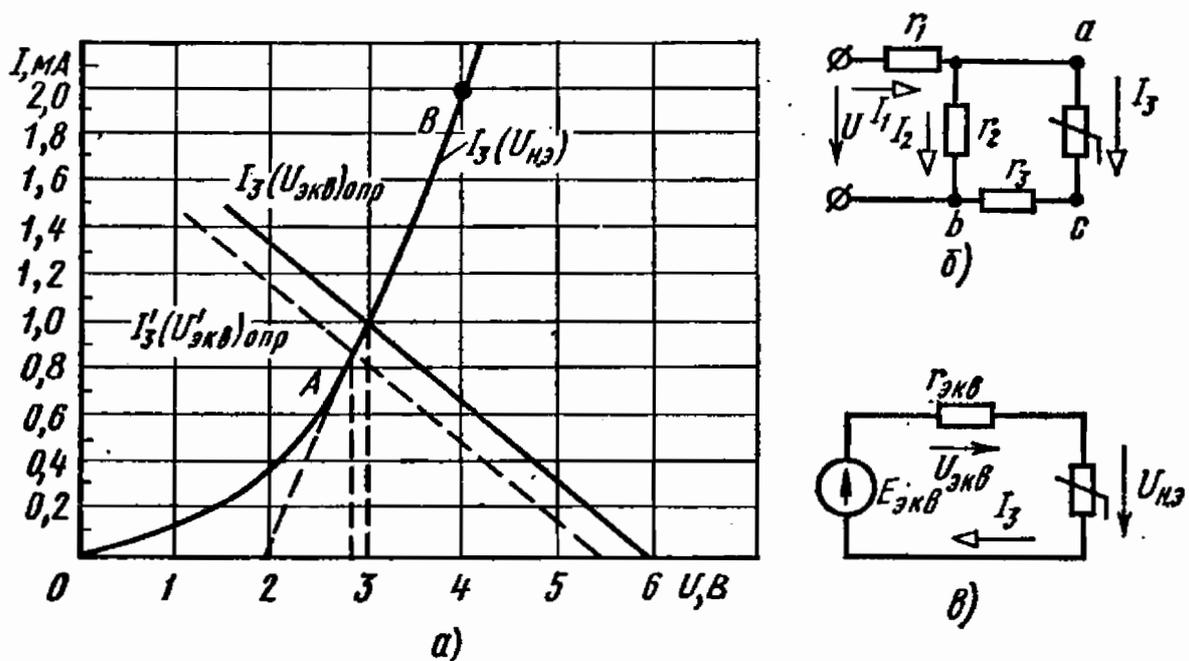

Рис. 2.13
2.13. Определить ток I_3 цепи (рис. 2.13, б) с нелинейным элементом, а.в.х. которого $I_3(U_{\text{н.э}})$ задана на рис. 2.13, а. Сопротивления элементов цепи и напряжение на ее входе равны: $r_1 = r_2 = 4$ кОм, $r_3 = 1$ кОм и $U = 12$ В.
и составляем схему рис. 2.13, в.
Для определения тока I_3 на рис. 2.13, а строим опрокинутую характеристику $I_3(U_{\text{экв}})_{\text{опр}}$ и находим координаты точки пересечения ее с характеристикой $I_3(U_{\text{н.э}})$: $I_3 = 1$ мА и $U_{\text{н.э}} = 3$ В.
Возвращаясь к исходной схеме рис. 2.13, б, находим напряжение и ток участка с сопротивлением r_2 :
2.14. Как изменится ток I_2 цепи (рис. 2.13, б), если напряжение на входе снизить на $\Delta U = 1 \text{ В}$?
Проводя прямую $I'_3 (U'_{\text{э.кв}})_{\text{опр}}$, проходящую через точку $U = U'_{\text{а.с.х}} = 5,5 \text{ В}$ на осях координат (рис. 2.13, а), находим $I'_3 = 0,88 \text{ мА}$ и $U'_{н.э} = 2,85 \text{ В}$.
Решение. Заменяем участок AB характеристики нелинейного элемента $I_3 (U_{н.э})$ прямой линией, продолжив ее до пересечения с осью абсцисс в точке $E_\phi = U_0 = 2 \text{ В}$ (рис. 2.13, а). Начальные и конечные точки A и B прямолинейного участка кривой характеризуются следующими напряжениями и токами: $U_A = 2,7 \text{ В}$, $U_B = 4 \text{ В}$, $I_A = 0,7 \text{ мА}$, $I_B = 2 \text{ мА}$.